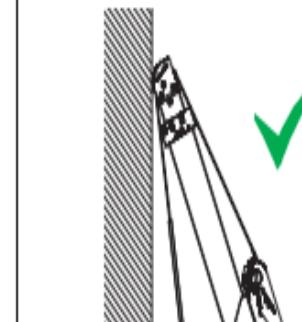

Fig. 12
- No coloque el cabezal de presión bajo una superficie horizontal o un borde. Fig. 12 y fig. 13.